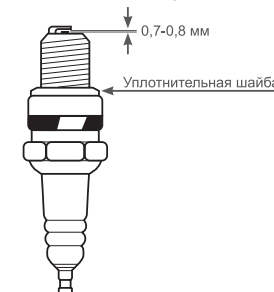

Рис. 25 Обслуживание свечи зажигания
4. Измерьте зазор между электродами свечи зажигания специальным щупом. Зазор должен быть 0,7-0,8 мм (Рис. 25). При увеличении или уменьшении требуемого зазора, рекомендуется заменить свечу, так как регулировка зазора может привести к изменению качества искрообразования.